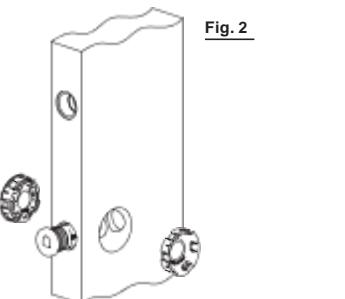
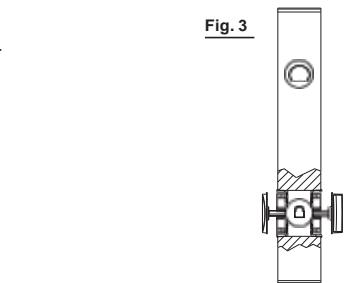

Fig. 2
Fig. 3
3. Applicare i due supporti in plastica delle placche ad incasso nella loro sede ø48 (Fig. 2). I supporti vanno inseriti contrapposti (Fig. 3) sino ad arrivare in battuta su entrambi i lati della porta, adattandosi così automaticamente allo spessore del pannello.
Apply the two plastic supports of the encased plates in their housing ø48 (Fig. 2). The supports must be inserted opposite, until their stopping on both sides of the door and adapting automatically to the thickness of the panel.